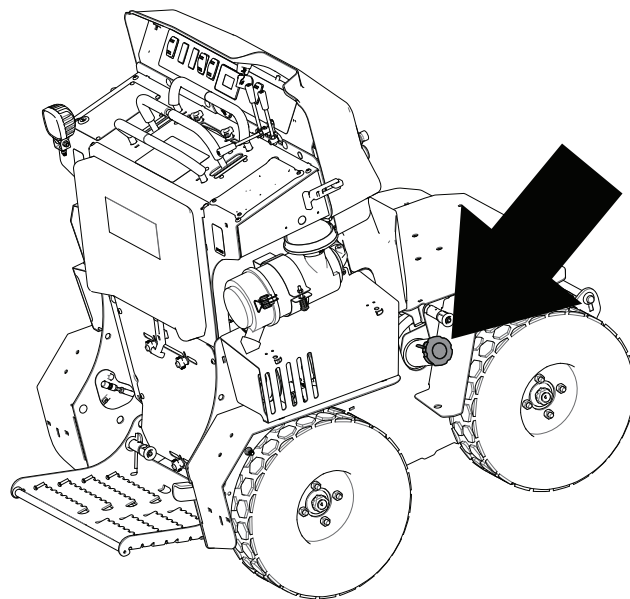

Figura 11
2. Limpie alrededor del tapón del depósito de combustible y retírelo (Figura 11).